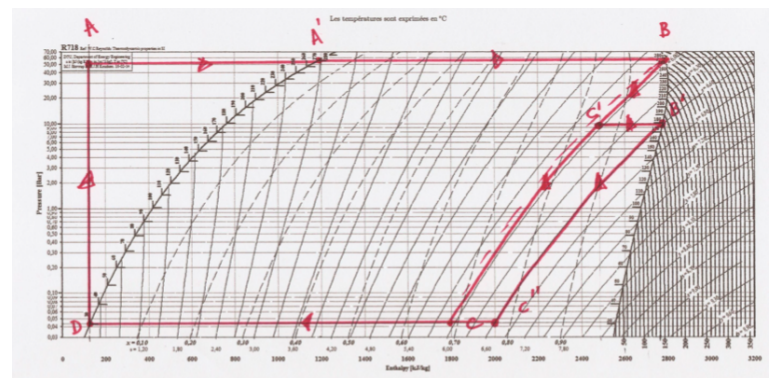

Figure 2 – Diagramme des frigoristes (ne pas tenir compte des points C', B' et C'' correspondant à une partie ultérieure du sujet).
(8) Dessin (fig 2).
(14) Débit volumique en B : $D_v(B) = D_m v(B) = \frac{P_t}{q_{AA'} + q_{A'B}} v_v(270^\circ\text{C}) = 37,5 \text{ m}^3.\text{s}^{-1}$.
(15) L'eau est diphasée. Titre $x_C = \frac{h_C - h_L(30^\circ\text{C})}{h_v(30^\circ\text{C}) - h_L(30^\circ\text{C})} = 0,68$. La présence de liquide peut abîmer les turbines à cause d'un phénomène de corrosion en solution aqueuse.